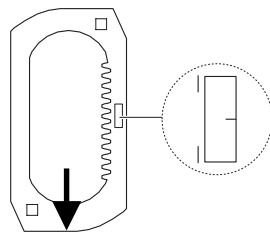

Bild 2-7: Zahnstange bei Bandseite links
- **Zahnstange gemäss Bandseite des Fensters einsetzen (Bild 2-7 und 2-8) und ganz nach unten an den Anschlag schieben (Oblichter siehe unten).**